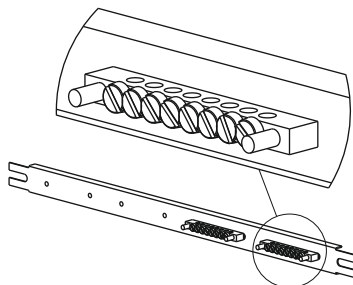

Рисунок 5
2.4 Установите шины РЕ на Рейке под шину "PEN", закрепив с помощью винтов М4х20 и шайб 4 (рисунок 5). Винтовое соединение согласно приложению 2.